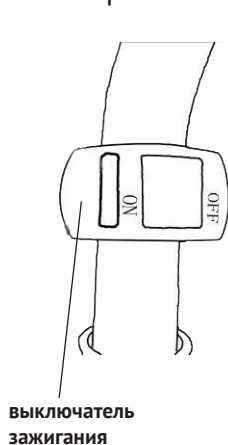

рис.6
Порядок запуска (см. рис.6,7 и 8)
- перевести выключатель зажигания (рис.6 поз.2) в положение „ON“ – включено;
- выключатель зажигания (рис.6) поставить в положение „OFF“ – выключено;